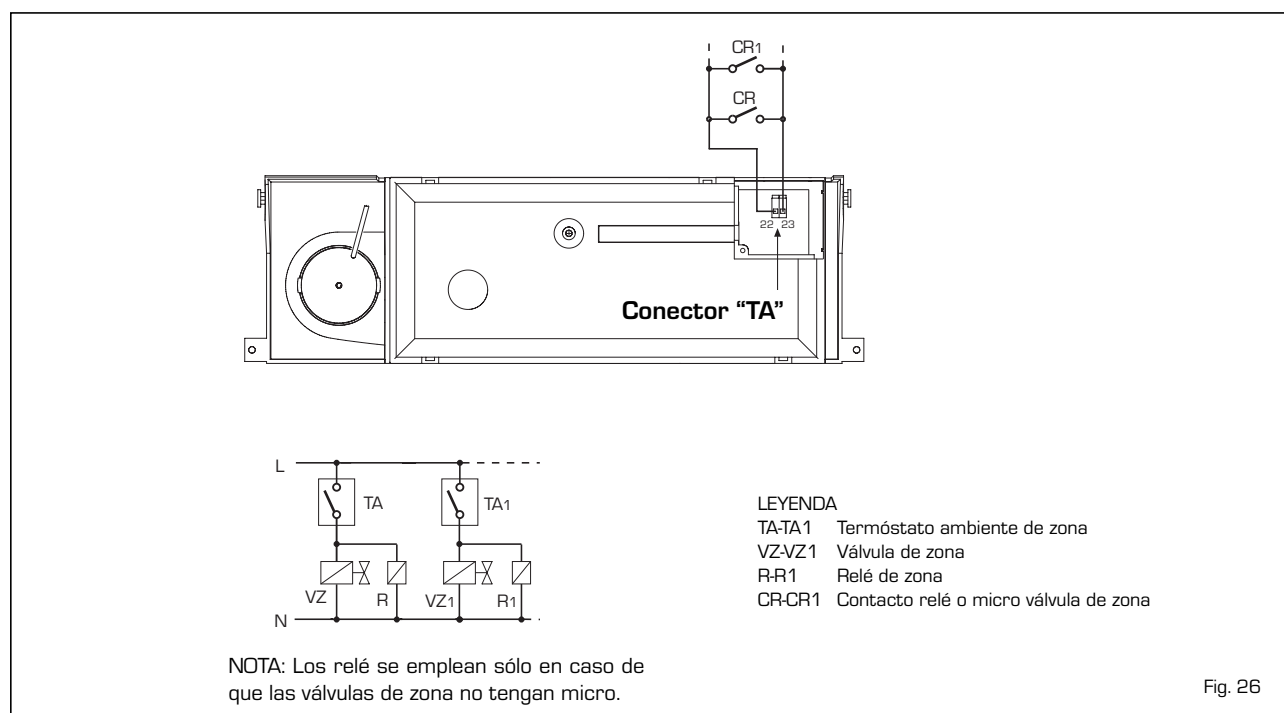

Fig. 26
La conexión de los micro o de los contactos de los relé se efectúa en los bornes 22-23 (TA) de la tarjeta electrónica después de haber eliminado el puente existente (fig. 26).